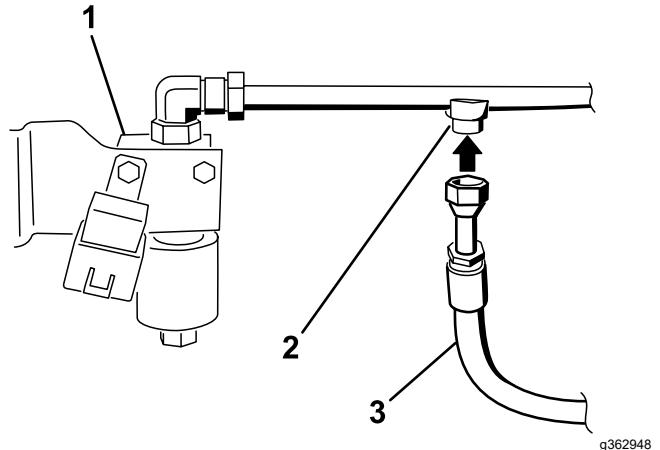

Figura 28
8. Montate il flessibile idraulico con i raccordi sul raccordo della tubazione idraulica n. 2, come illustrato nella Figura 28.